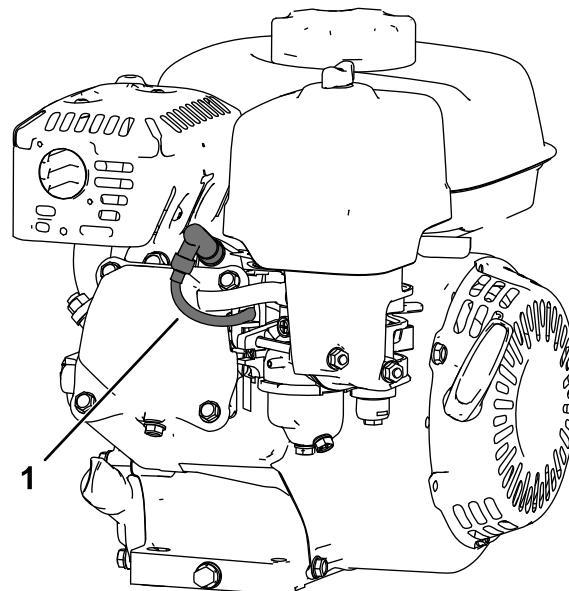

Figura 23
5. Desligue o fio da vela de ignição (Figura 23).